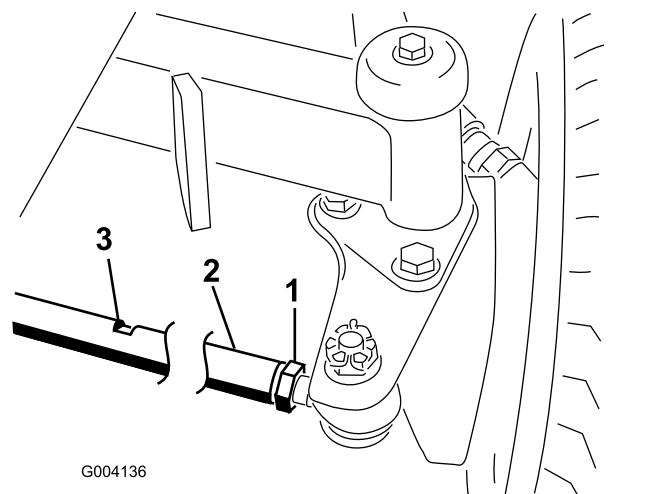

Figura 58
- Desaperte a porca de bloqueio em cada extremidade da barra de direção (Figura 58).